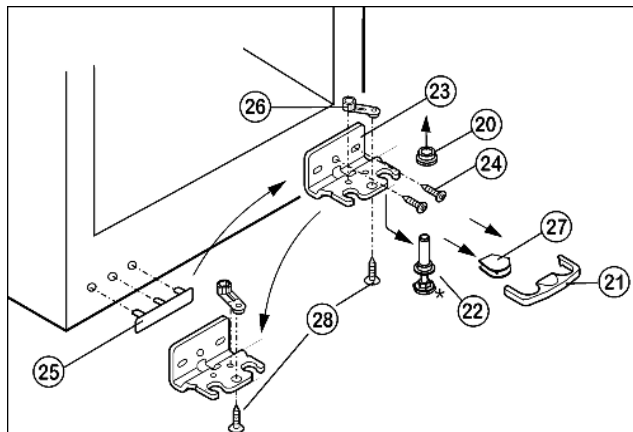

Fig. 9
- ▶ Предохранитель Fig. 9 (21) снимите движением вперед.
- ▶ Снимите крышку Fig. 9 (27).*
- ▶ Полностью вверните регулируемую опору Fig. 9 (22).
- ▶ Вытяните опорный палец Fig. 9 (22) вниз и вперед. При этом следите за гнездом шарнира Fig. 9 (20).
- ▶ Открутите опорный кронштейн Fig. 9 (23) (2 шт. Torx 25) Fig. 9 (24).
- ▶ Открутите опорную деталь Fig. 9 (26) (1 Torx 25) Fig. 9 (28) и, переставив в отверстие на противоположной стороне опорного кронштейна, снова прикрутите.
- ▶ Осторожно приподнимите и переставьте крышку Fig. 9 (25) со стороны ручки.
- ▶ Снова прикрутите опорный кронштейн Fig. 9 (23) на новой стороне шарнира, при необходимости с помощью аккумуляторного шуруповерта через внешний продольный паз и круглое отверстие.
- ▶ Установите крышку Fig. 9 (27) на противоположной стороне.*
- ▶ Предохранитель (21) нужно зафиксировать сбоку на кронштейне, чтобы опорный палец и двери были защищены от выпадения.
- ▶ Снова защелкните предохранитель (21) на опорном кронштейне.
- ▶ Наденьте гнездо шарнира Fig. 9 (20).
- ▶ Установите дверцу сверху на нижний опорный палец Fig. 9 (22).
- ▶ Выверните средний винт на нижнем опорном кронштейне Fig. 9 (23)*
- ▶ Переставьте средний винт на нижнем опорном кронштейне Fig. 9 (23) в свободный продольный паз.*
- ▶ При необходимости выровняйте дверцы через два продольных паза в нижнем опорном кронштейне Fig. 9 (23) параллельно корпусу устройства.